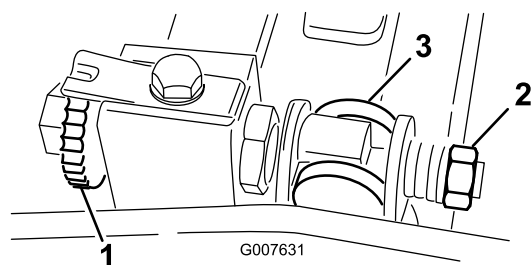

図 54
1. ベッドバー調整ねじを左に回して下刃とリールの接触を完全になくす図 54。
2. スプリングテンションナットをゆるめて、ワッシャがベッドバーを全く押さないようにする図 54。